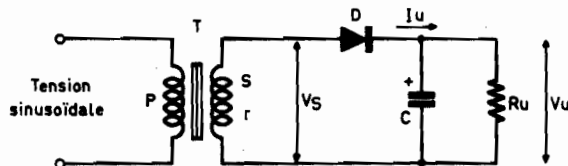

FIGURE 5
**Utilisation d'un condensateur de filtrage (fig. 5)**